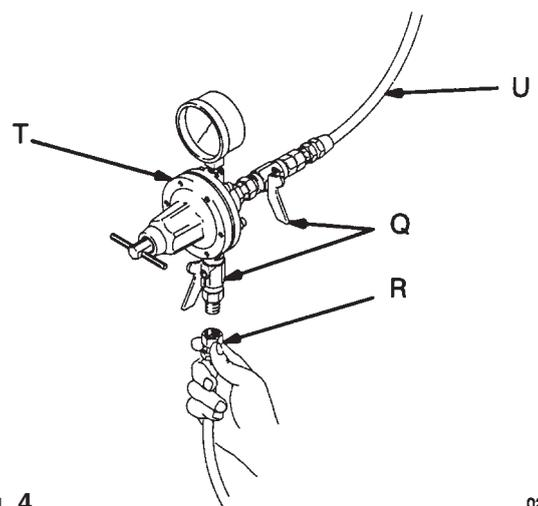

Fig. 4
- Bei der Verwendung einer Membranpumpe für die Zuführung von Klebermaterial zu mehreren Pistolen, einen Materialregler (T) installieren, um den Materialdruck zu jeder Pistole zu steuern. Siehe Abb. 4.
- B. Das andere Ende des Materialschauchs (R) an eine geregelte Materialzufuhrleitung (U) oder einen Druckbehälter (P) anschliessen. Siehe Abb. 4 oder die TY-PISCHE INSTALLATION.
**Hinweis:** Abb. 4 zeigt den Materialregler (T) und die Materialabsperrventile (Q) an der Materialzufuhrleitung (U).
- B. Das andere Ende des Materialrohrs (M) an eine geregelte Materialzuführleitung oder an einen Drucktank anschliessen. Siehe Abb. 4 oder "Typische Installation".